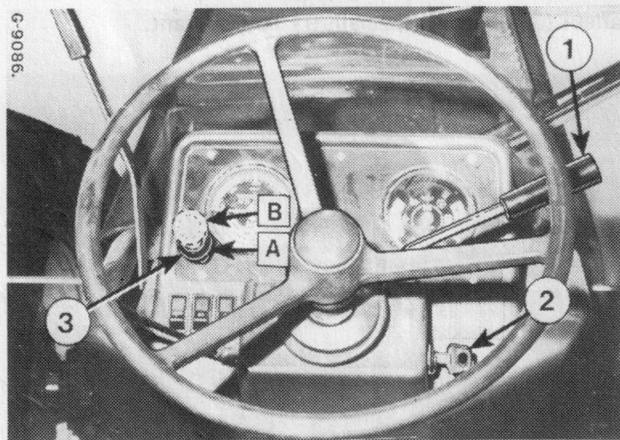

Figure 16
1- Placez l'accélérateur à main (1) - Fig. 16 - en position de régime maxi à vide.
Repoussez la commande de suralimentation (3) - Fig. 16 - en position (A).
Pour démarrer par temps froid, tournez le contacteur d'allumage et d'éclairage (2) Fig. 16 en position (4) - Fig. 8 et maintenez-le ainsi de 30 à 60 secondes selon la température ambiante.
3- Tirez complètement la commande d'arrêt (3) - Fig. 16 pour arrêter le moteur.